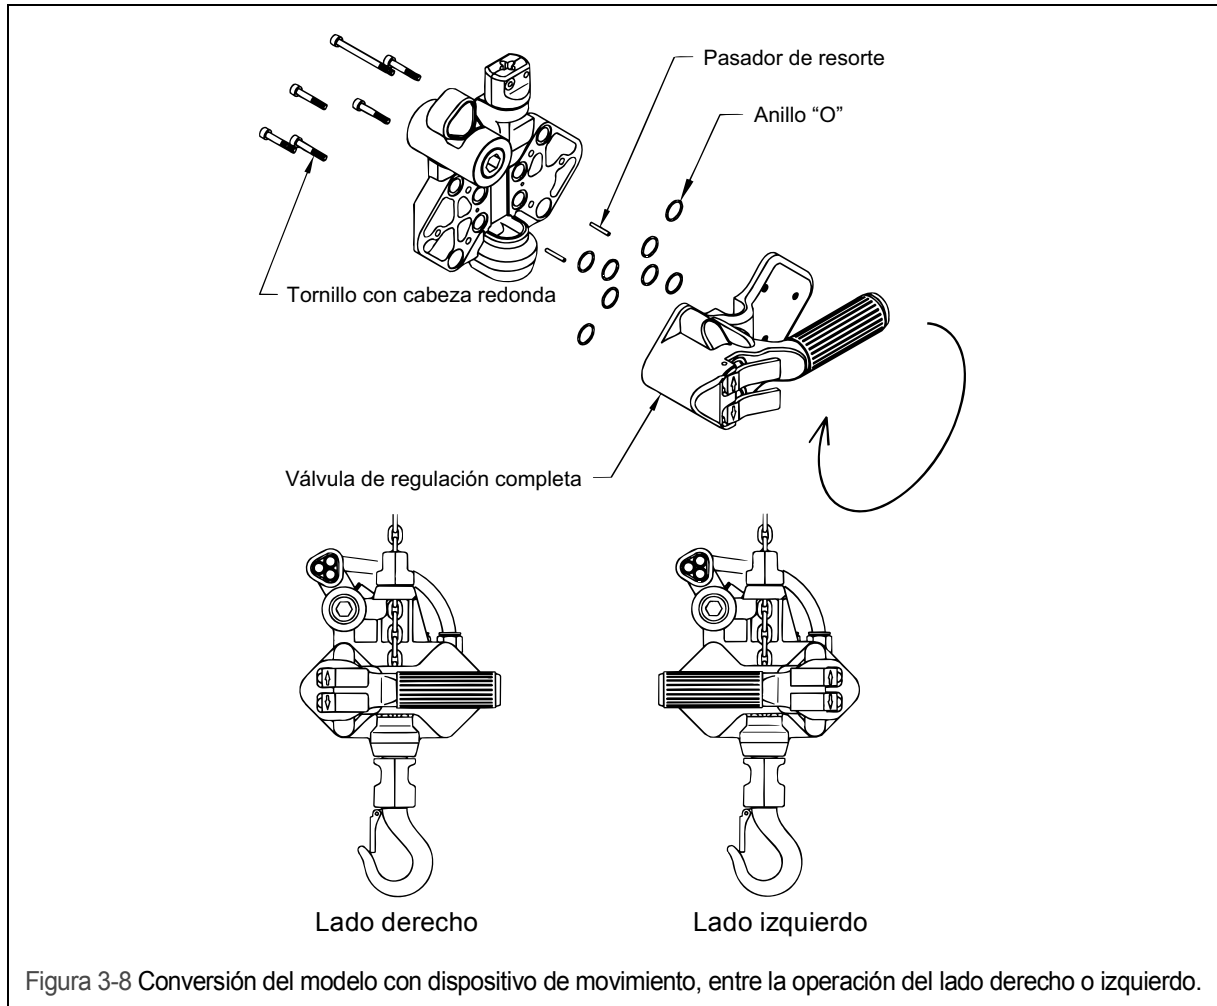

Figura 3-8 Conversión del modelo con dispositivo de movimiento, entre la operación del lado derecho o izquierdo.
- 3.12.1 Siga las instrucciones presentadas a continuación para configurar el funcionamiento para el lado derecho o izquierdo. Consulte la Figura 3-8.